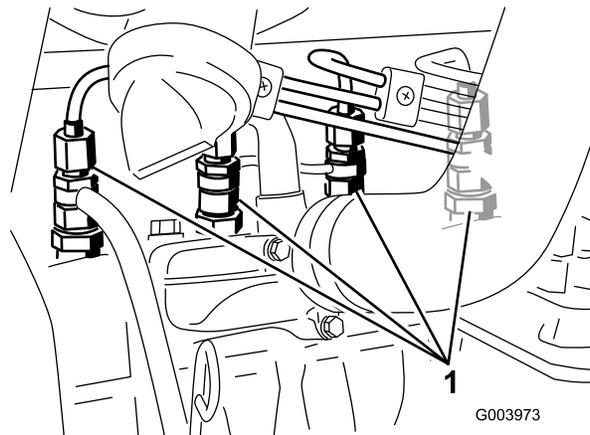

Рисунок 55
1. Ослабьте соединение трубки к соплу № 1 и держателю в сборе (Рисунок 55).